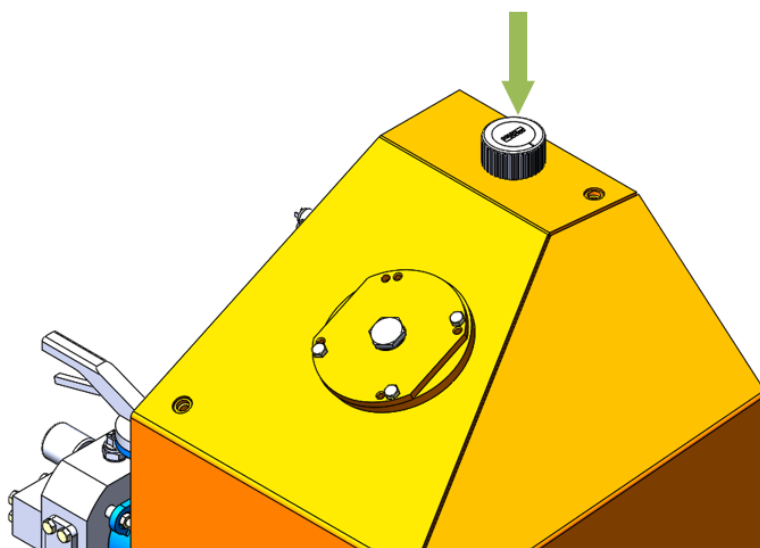

Рисунок 5.74. Процедура замены сапуна на гидравлическом баке
- ▶ Выкрутить сапун в направлении против часовой стрелки рис. 5.74.